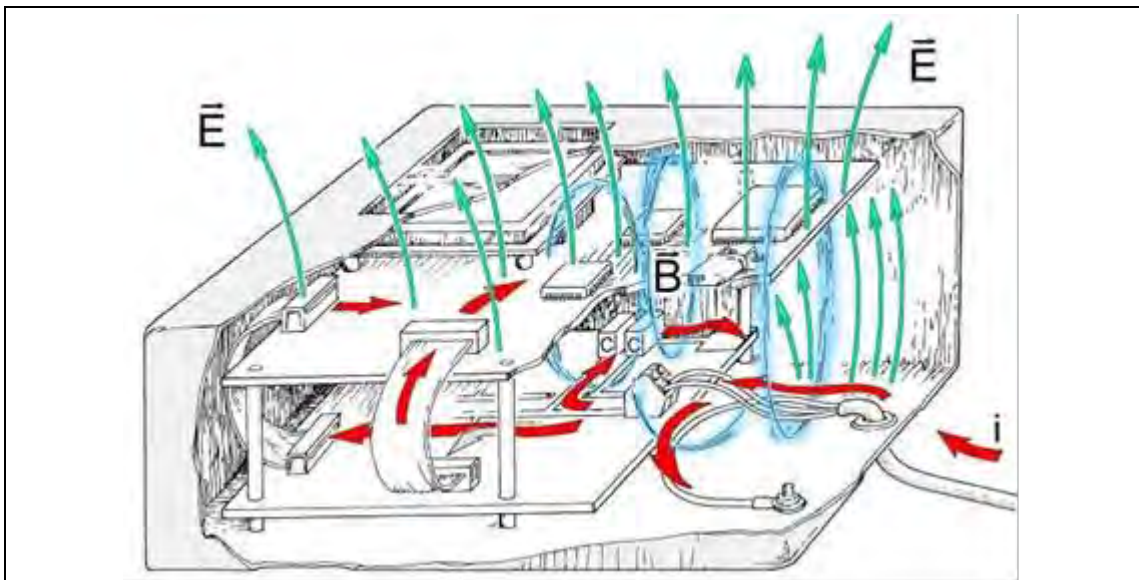

图 17: 脉冲群测试下被测设备中的干扰电流路径
干扰电流流过在被测设备脉冲群测试(图 17)的模块上。。干扰电流的主要部分经由低阻抗供给系统流动。
1.干扰经由磁场干扰-两极利用 SGZ 21 连接到被测设备 (图 17)
例如，在标准合规测试中，干扰电流 i 经由主连接电缆注入。干扰电流流过该装置中的模块和结构部件。电场和磁场干扰场生产。在任何地方这些场可能遇到薄弱点并引发故障。但是，薄弱点的准确位置无法确定（图 17）。